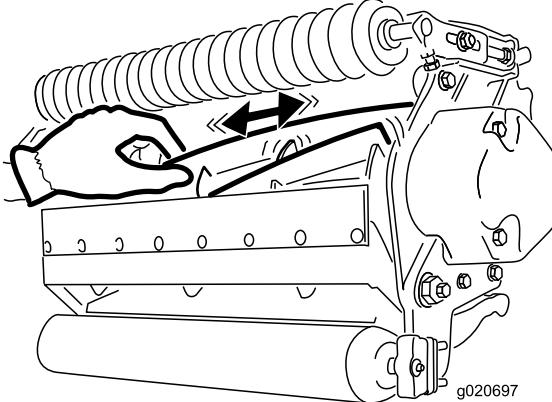

Figura 25
2. Utilizando um pano ou luva almofadada, segure a lâmina do cilindro e tente mover o conjunto do cilindro de um lado para outro (Figura 25).